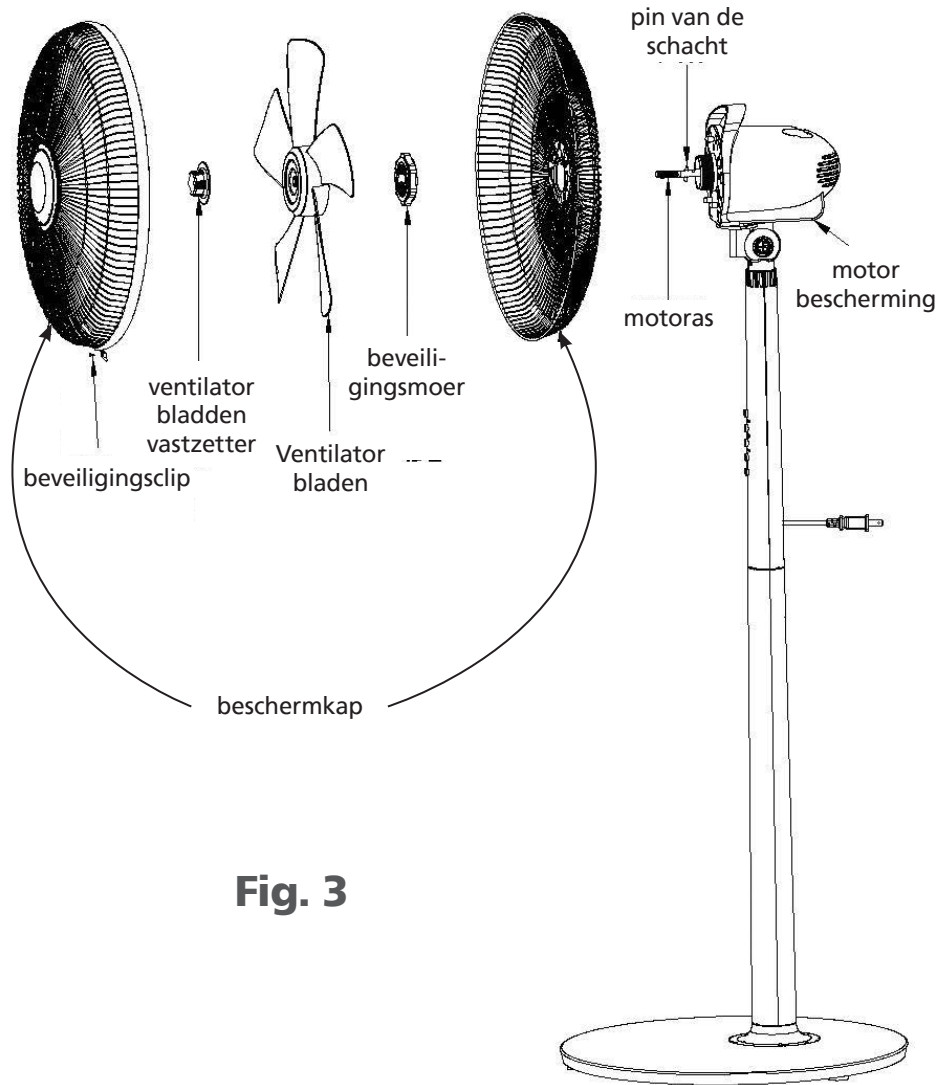

Fig. 3
1. Verwijder de ventilator bladen en de borgmoer uit de schacht. Plaats de achterste beschermkap op de pin van de schacht. Draai de beschermkap met de borgmoer vast aan de motor (Fig. 3)